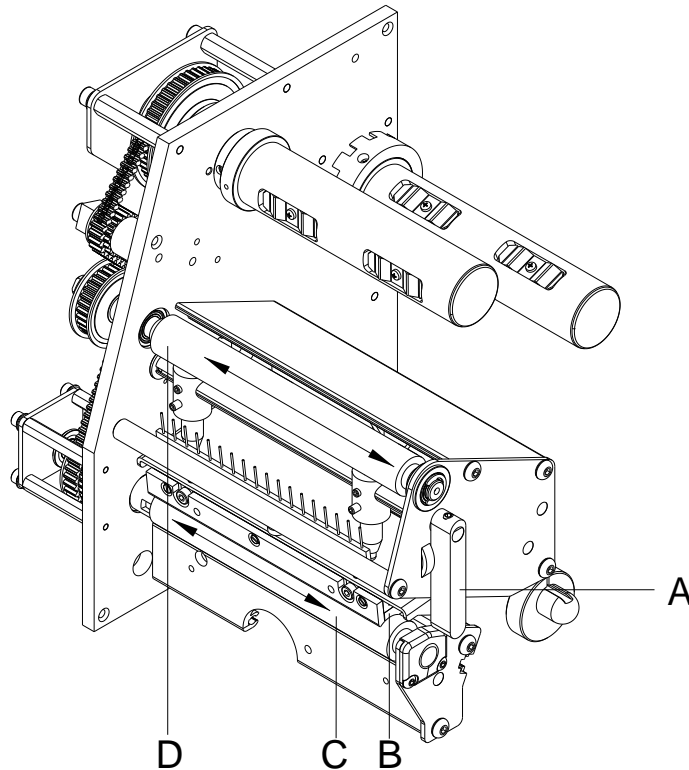

Figura 13
2. Ruotare la leva (A, Figura 13) in senso antiorario per sollevare la testina di stampa (B, Figura 13).
5. Ruotare a mano il cilindro (D, Figura 13) gradualmente in modo tale che sia possibile pulire l'intero cilindro (da eseguire solo con la stampante disattivata in quanto altrimenti il motore a passo si attiva e il cilindro viene mantenuto in posizione).
7. Per abbassare la testina di stampa (B, Figura 13), ruotare in senso orario la leva a pressione (A, Figura 13) fino all'arresto in posizione.
2. Ruotare la leva (A, in Figura 13) in senso antiorario per sollevare la testina di stampa.
7. Per abbassare la testina di stampa, ruotare in senso orario la leva a pressione (A, in Figura 13) fino all'arresto in posizione.